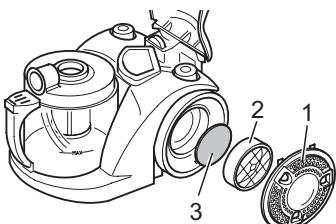

Abb. 28
- Drehen Sie die Ausblasfilter-Abdeckung (Abb. 28/1) zum Öffnen im Uhrzeigersinn und entnehmen Sie die Abdeckung.
- Entnehmen Sie die Ausblasfilter-Halterung (Abb. 28/2) mit Ausblasfilterelement (Abb. 28/3) durch Drehen im Uhrzeigersinn.
- ersetzen Sie das Ausblasfilterelement (Abb. 28/3) durch ein neues (Bestellnummer ▷Kapitel 5.2, „Ersatzteile“).